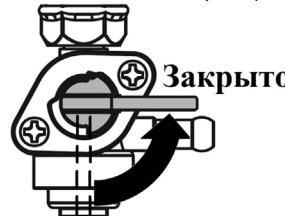

Рис. 7 Топливный кран закрыт
3. Закройте топливный кран (Рис. 7).